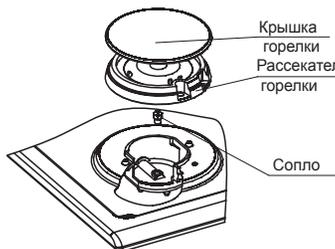

рис. 14
6. Снять установленные сопла, для этого отверткой необходимо отсоединить металлическую защелку от отбортовки гнезда держателей сопла и вывести газоподводящую трубку вместе с соплом из гнезда, затем снять сопло с трубки газа (рис.14). Резиновые уплотнительные кольца рекомендуются оставить на трубках.
Для плит GM 3M41 002, GM 3M41 018 (рис. 14):